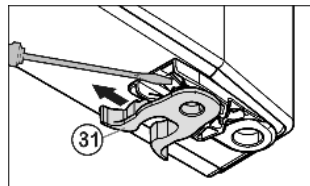

Fig. 6
- ▶ Pružinovú zvierku Fig. 6 (31) premiestnite: Zaisťovací jazyček potlačte nadol, ponad ňu stiahnite pružinovú zvierku.